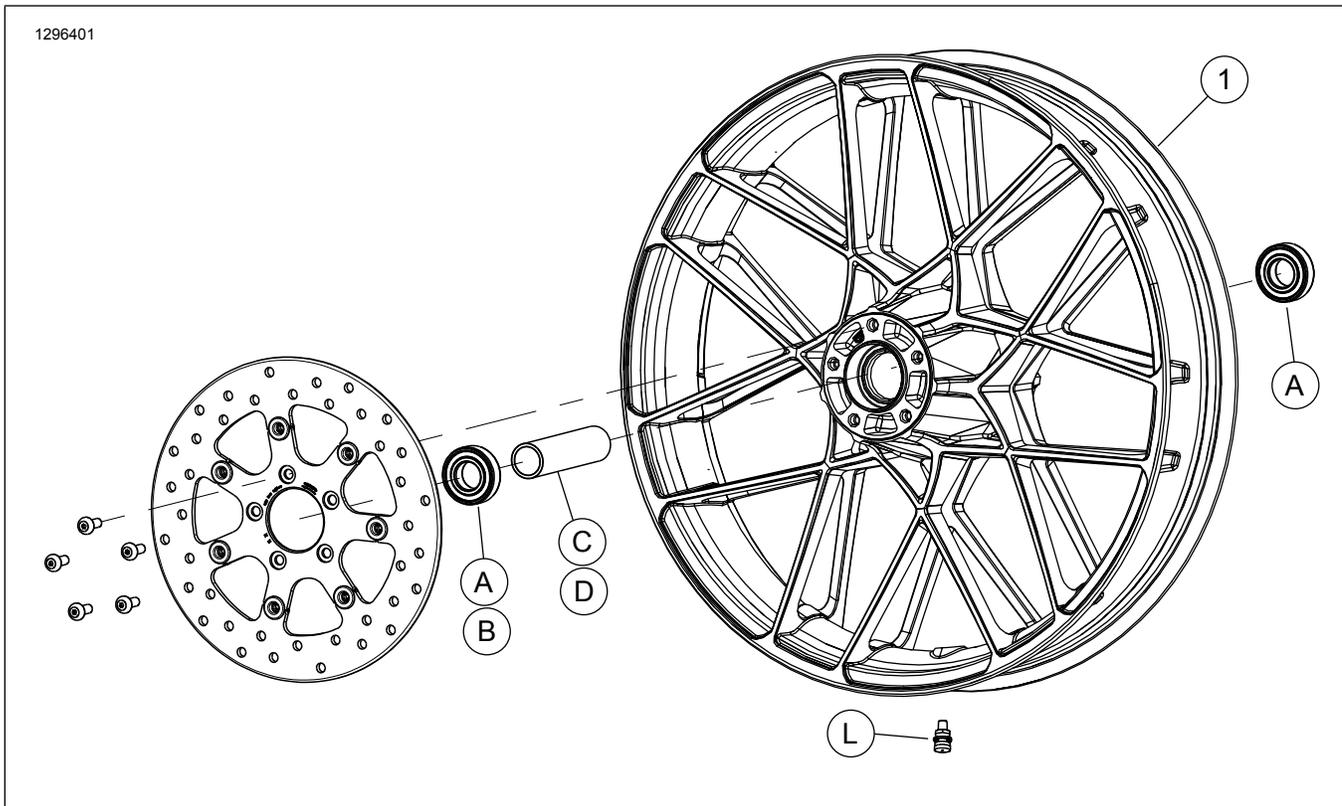

Figura 2. Parts tas-Service: Rota ta' Quddiem
Dan il-kit jinkludi r-rota personalizzata biss. Ara Figura 2 u Tabella 2.
2. Ara Figura 2 . Installa assemblaġġ tal-virga tal-valv (X) fuq ir-rota. Ara l-manwal tas-servizz.